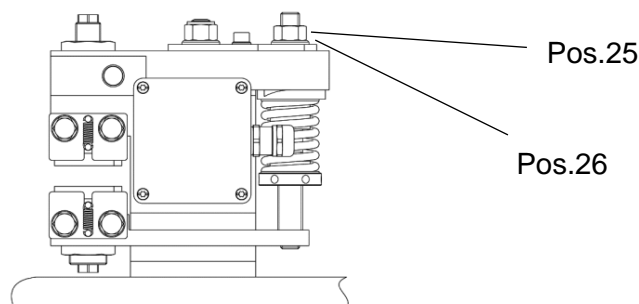

Bild 5.1
Das Betätigen der Bremse ohne Bremsscheibe ist nur zulässig, wenn die Montagesicherungsmutter Pos. 25, Bild 5.1 auf der Bremse verbleibt, und max. 4 mm herausgeschraubt wird. Mehr maliges Schalten ohne Bremscheibe und ohne aufgeschraubter Montagesicherungsmutter kann die Bremse schädigen. Außerdem sind eigenmächtige bauliche Veränderungen an der Bremszange nicht zulässig. Wenn der Gewindestift Pos. 44 werkseitig mit Siegellack versehen ist, darf an der Bremse keine kundenseitige Klemmkraftverstellung vorgenommen werden!
<p>Achtung!</p> <p>Das Betätigen der Bremse ohne Bremsscheibe ist nur zulässig, wenn die Montagesicherungsmutter Pos. 25, Bild 5.1 auf der Bremse verbleibt, und max. 4 mm herausgeschraubt wird.</p>
Die Bremse wird geprüft ausgeliefert. Die Bremskraft ist auf die max. Bremskraft eingestellt. Die Druckfeder für die Erzeugung der Bremskraft ist durch die Montagesicherungsmutter Pos. 25, Bild 5.1 in der geöffneten Stellung fixiert, damit die Bremse ohne Betriebsspannung an die Bremsscheibe oder Bremsschiene montiert werden kann.
Zum Betreiben der Bremse ist zwingend das im Lieferumfang enthaltene Elektronikmodul (34) erforderlich. Schließen Sie die Bremse niemals direkt an die Versorgungsspannung an. Das Betätigen der Bremse ohne Bremsscheibe ist nur zulässig, wenn die Montagesicherungsmutter Pos. 25, Bild 5.1 auf der Bremse verbleibt, und max. 4 mm heraus geschraubt wird.